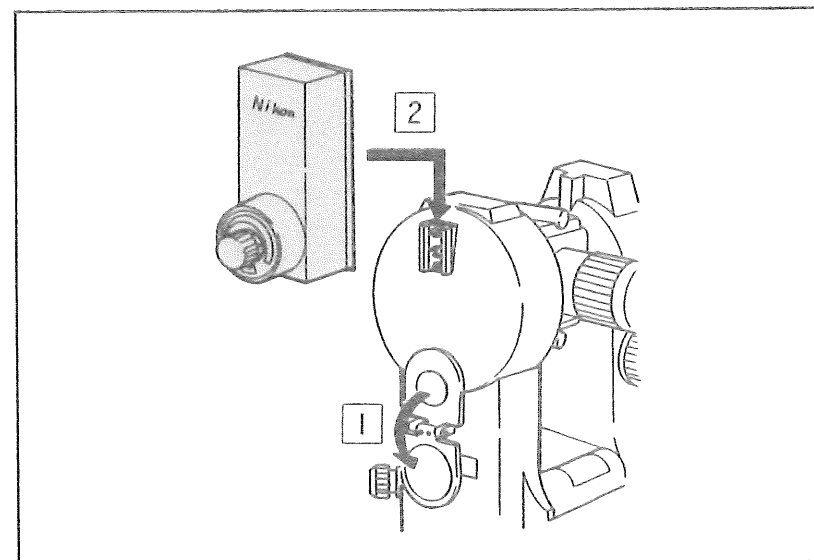

図31
①リフレクタを全開にして、取付け座のアリ溝に差し込みます。(図31)